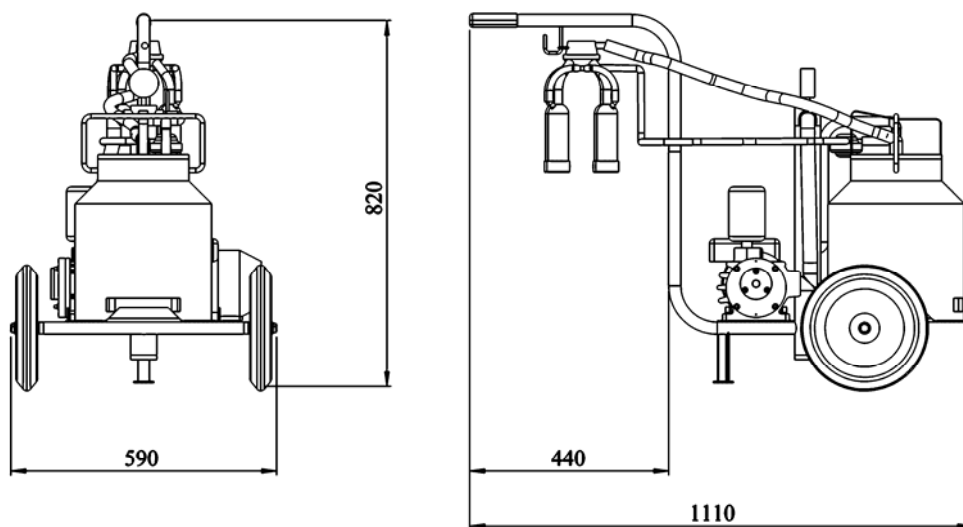

Рисунок 1 – Габаритні розміри установки ДУ-10
2.1 Технічні дані установки ДУ-10 наведено в табл. 1 і рис. 1.